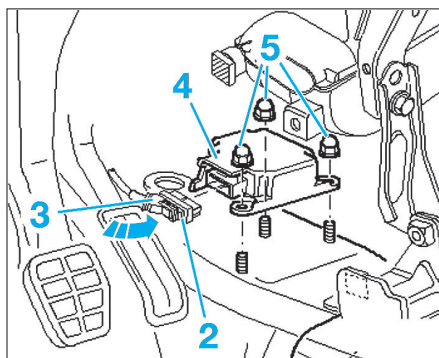

Fig. 10
- Basculer l'étrier (2) dans le sens de la flèche et débrancher le connecteur (3) du calculateur (4) (Fig.10).
- Dévisser les écrous de fixation (5) du calculateur d'airbag (4).
- Déposer le calculateur d'airbag (4).